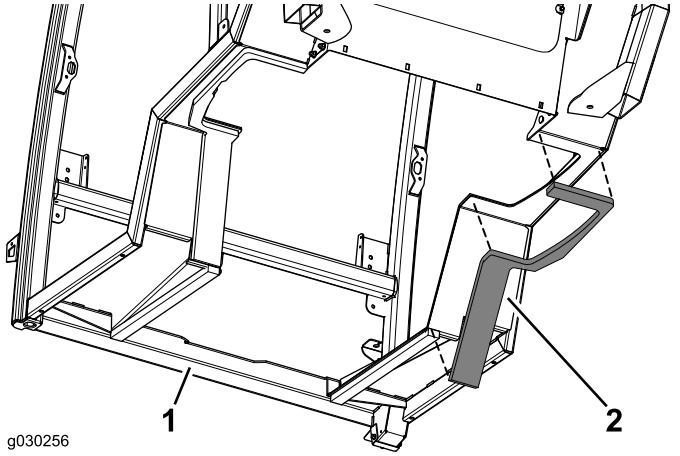

Figura 10
- 5. Aplique o vedante direito no lado direito da cabina (Figura 10).